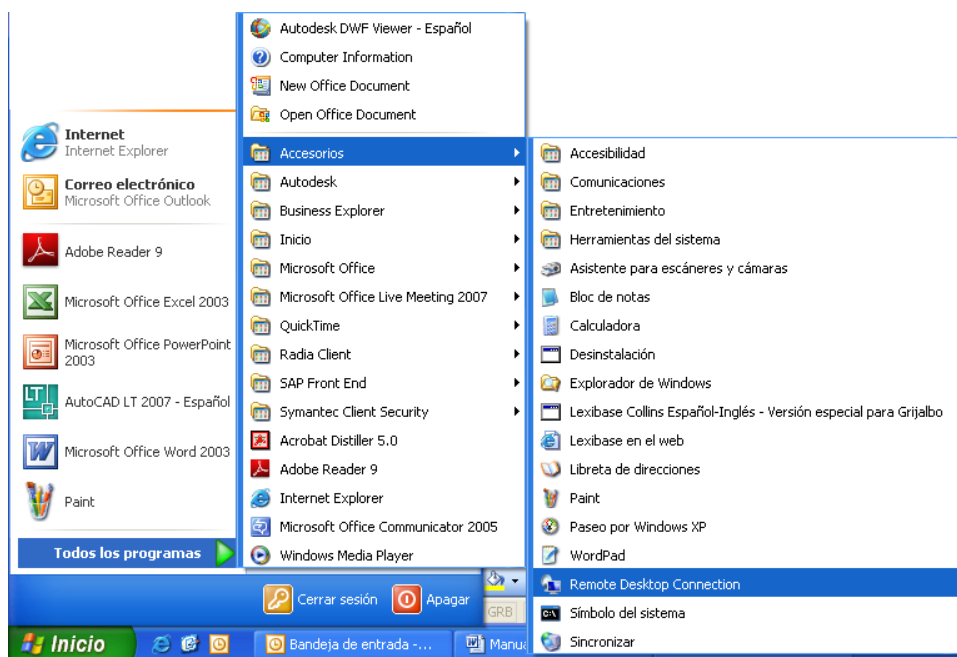

Imagen 9
6.1. - Accederemos al menú Inicio → clicaremos la opción Accesorios → Finalmente seleccionaremos la opción Remote desktop connection este procedimiento se muestra en la tabla siguiente (**Imagen 9**).